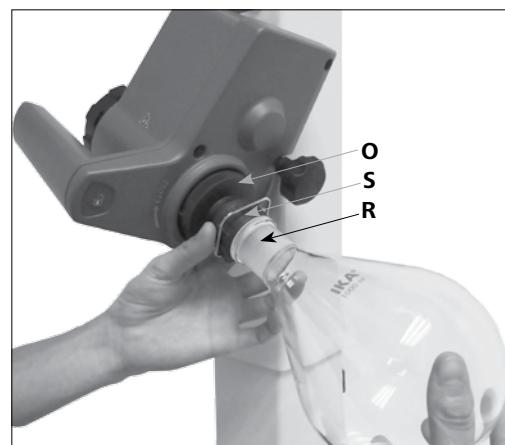

Fig.15a
- Placer le ballon d'évaporation sur le tube de vapeur (**R**). (Fig.15a)